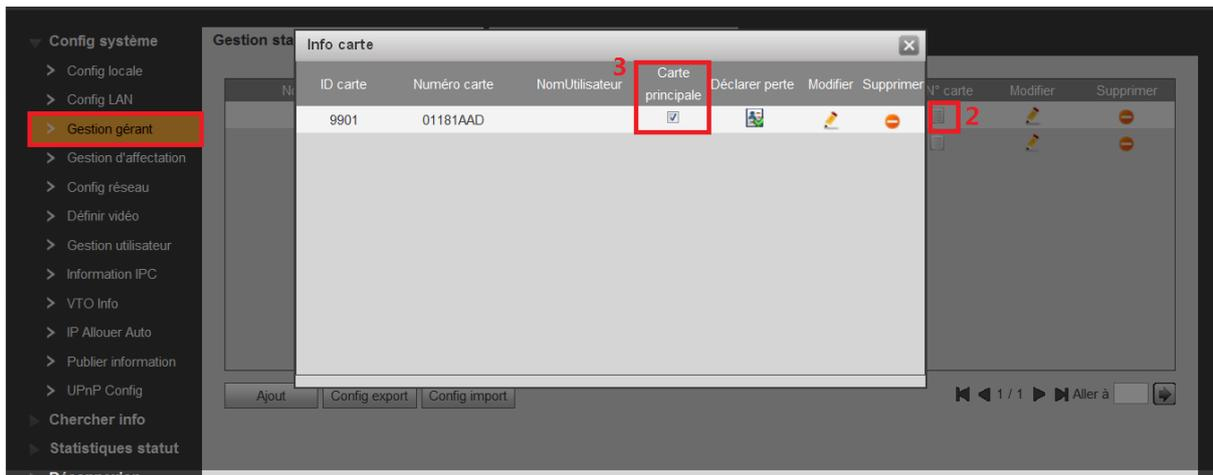

Figure 4-8
- a) Suivez les étapes décrites dans le chapitre 4.1 pour émettre une carte puis configurer cette carte comme une carte principale. Voir Figure 4-8.